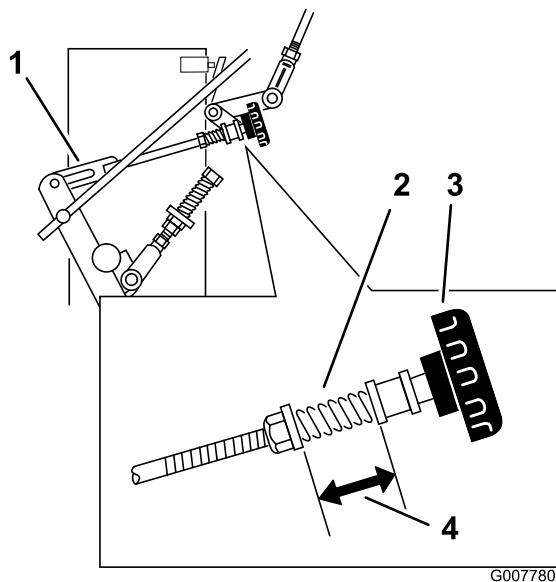

Figura 36
3. Regolate il tirante di destra girando la manopola di allineamento rapido in senso antiorario finché il pneumatico non inizia a girare in avanti (Figura 36).
4. Girate la manopola 1/4 di giro per volta in senso orario. Successivamente spostate la leva di comando della velocità in avanti e poi di nuovo in folle. Ripetete queste operazioni finché la ruota destra non gira più in avanti (Figura 36).
6. La molla che tiene in tensione la manopola di norma non dovrebbe necessitare di alcuna regolazione. Tuttavia, qualora occorra eseguire una regolazione, regolate la lunghezza della molla portandola a 26 mm tra le rondelle (Figura 36).
7. Regolate la lunghezza della molla girando il dado davanti alla molla (Figura 36).